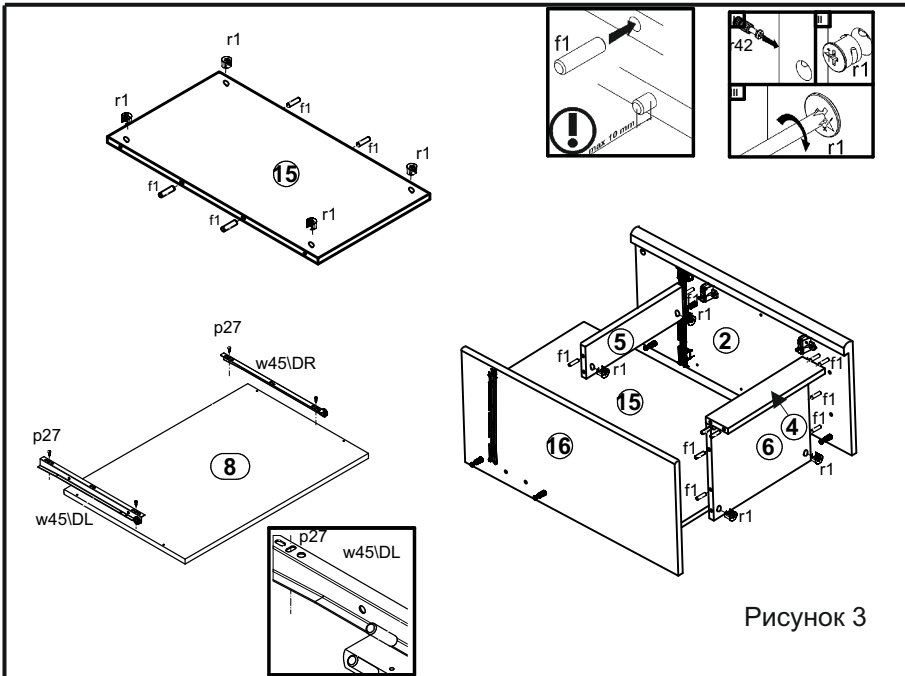

Рисунок 3
4. В отверстия $\varnothing 15$ мм на внутренних поверхностях стенок боковых **1,2**, стенки средней **16**, щитов задних **7, 15**, нижней поверхности цоколя **5** вставить стяжки эксцентриковые **r1** (см.рис. 3, 5).
11. Соединить детали **2, 16, 5, 15, 4, 6** с помощью шкантов **f1** и стяжек эксцентриковых **r42**, пользуясь отверткой (см. рис. 3).
14. На нижней поверхности полки выдвижной **8** в местах кернения при помощи шурупов **p27** прикрутить направляющие **w45\DR** и **w45\DL** (см. рис. 3).